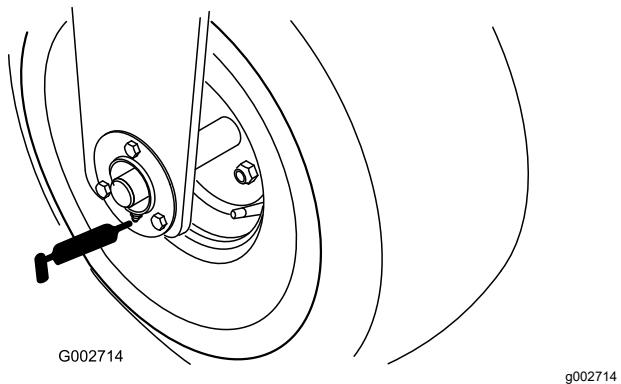

Figura 19
- 1 cojinete en la rueda delantera (Figura 19).